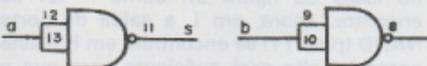

Figura 2 - Portas NAND como inversores
mostrado na figura 2; esta configuração se caracteriza por apresentar na saída um nível lógico complementar ao da entrada ou seja: se a entrada a (figura 2) estiver a, digamos, 3 volts (nível alto-H) em relação à terra, a saída s (pino 11 da figura 2) apresentará um nível baixo — L — em torno do 0 (zero) volt e, se à entrada a tivermos um sinal com tensão inferior a 0,8 volts (nível baixo — L) a saída apresentará uma tensão de alta (H) da ordem de 3 a 4 volts. A tabela da figura 3 resume o exposto.